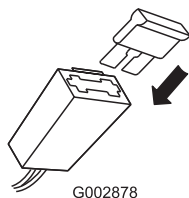

Figure 42
3. Remplacez le fusible dans le porte-fusible (Figure 42).